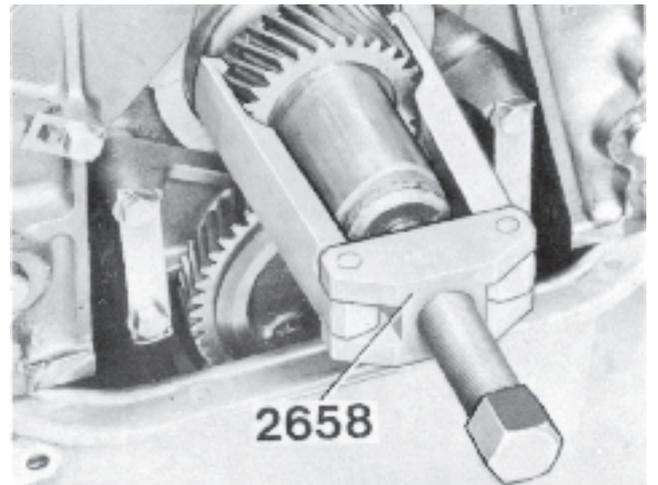

Fig. 72. Démontage du pignon de vilebrequin
8. Démontez le pignon de vilebrequin en se servant de l'extracteur 2658, figure 72.